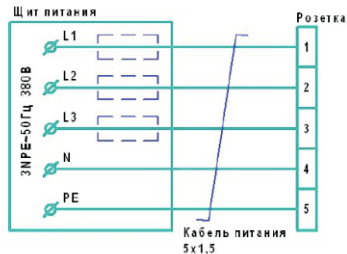

Рис. 3 Схема подключения розетки к стационарной сети
6.3 Для защиты электропроводки от перегрузок подключение к стационарной электросети осуществляется через автоматический выключатель номиналом 16 А. Кабель питания и сетевую розетку подключить в соответствии со схемой подключения (см. рис.3 Приложения). Сечение жил кабеля питания должно быть не менее 1,5 мм2 (для медной жилы).